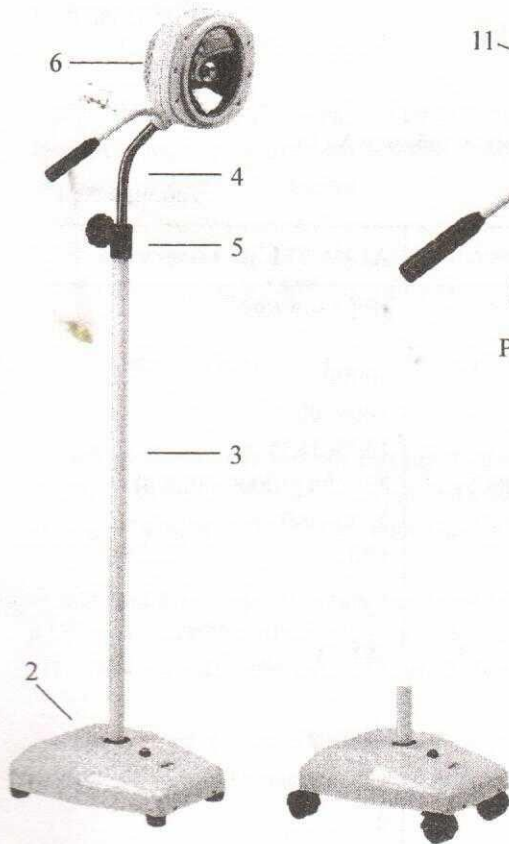
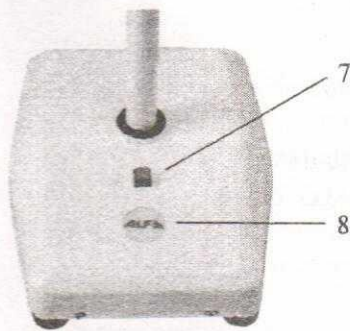
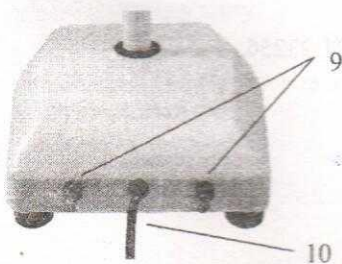

Рис.1
Рис.2
Рис.3
4.1. Светильники операционные ALFA 751 состоят из напольного основания на колёсах 1 или без 2, телескопической центральной стойки, состоящей из нижней неподвижной стойки 3, верхней регулируемой по высоте стойки 4 с винтовым зажимом 5 и осветительного блока 6 (Рис.1).
4.2. В напольное основание встроены кнопочный выключатель питания сети переменного тока 7, светодиодный индикатор работы от сети постоянного тока 8 (Рис.2), блок предохранителей 9, сетевой шнур 10 (Рис.3), колёсные опоры со стопором, предотвращающим их самопроизвольное вращение или антистатические резиновые опоры (Рис.1).